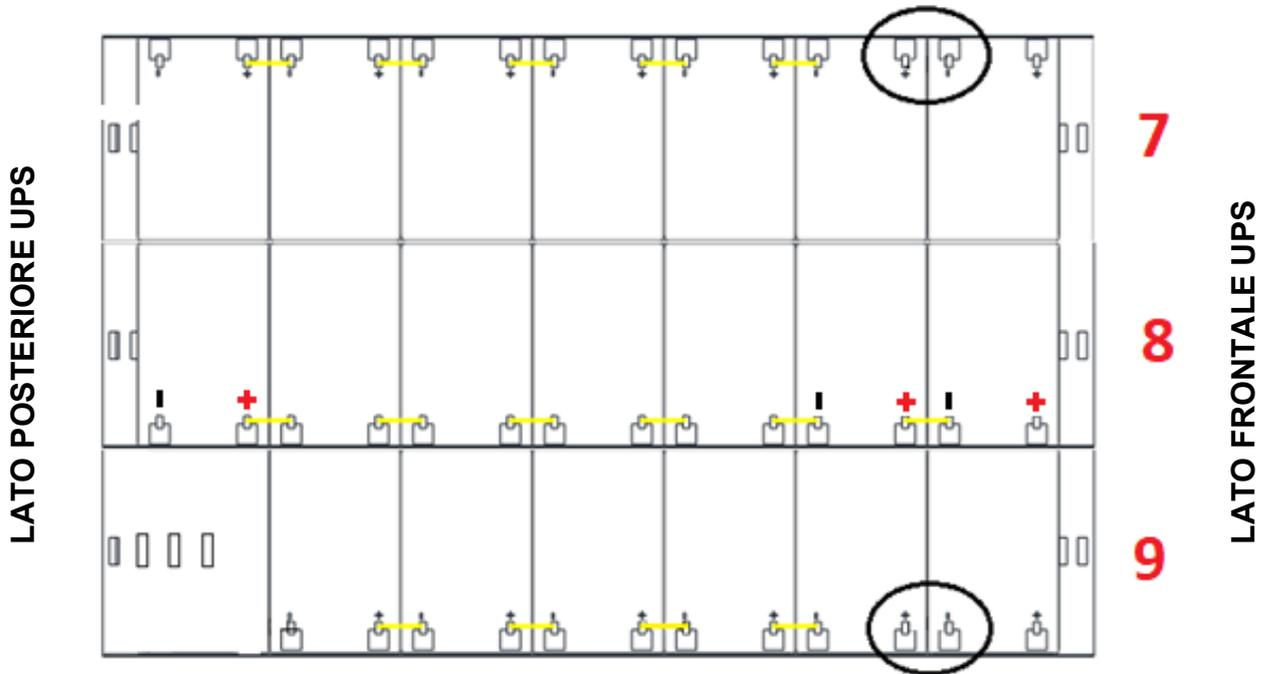

Figura 37 - Vista dall'alto Piano N°3
9) Sul Piano n°3 inserire i cassetti n°7-8-9 rispettando la posizione come dimostrato in figura 37.